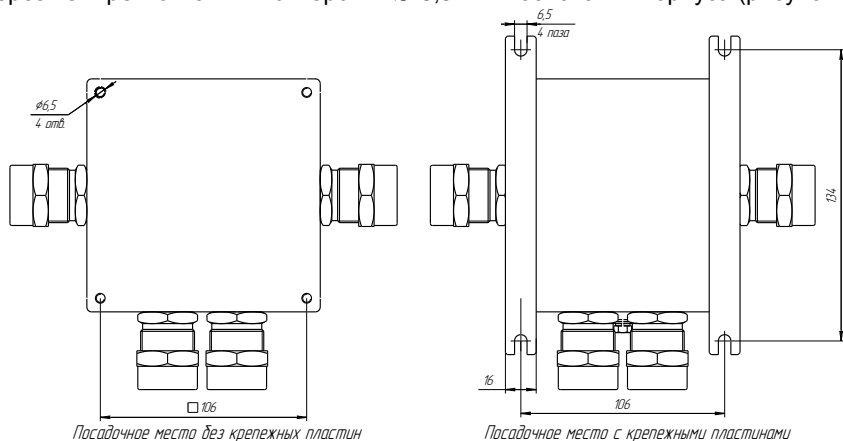

Рисунок 5
3.4.2 Крепление устройства может осуществляться к плоской поверхности (стене, щиту, пластине) при помощи четырех болтов или резьбовых шпилек с гайками М6 через четыре монтажных отверстия $\varnothing 6,5$ мм в основании корпуса (рисунок 5).